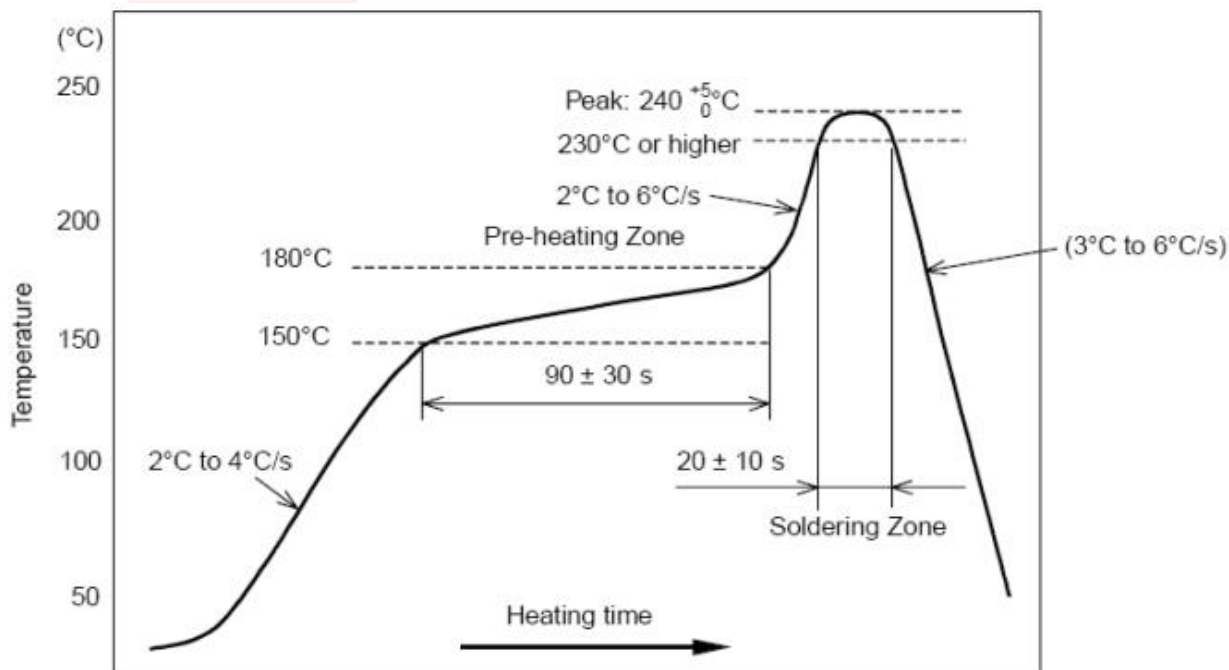

图 4. 部件的焊接耐热性温度曲线(焊接点)
- 2、允许回流焊次数：2 次，基于以下回流焊(条件)(见图 4)；
- 3、温度曲线：回流焊应按照下列温度曲线(见图 4)；